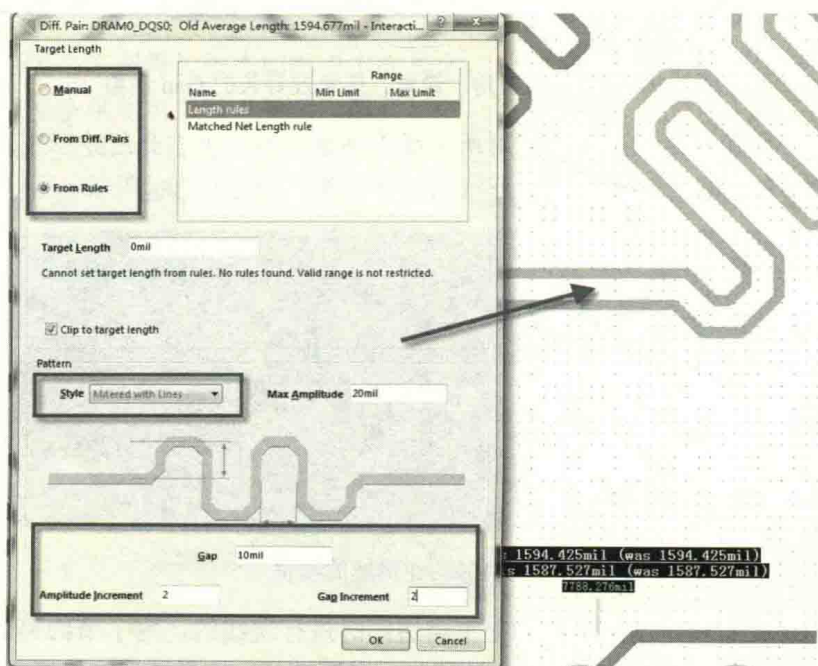

图 9-111 差分蛇形线参数设置
(1) 差分蛇形线类似于单端蛇形线，也是先进行完差分走线，再执行菜单命令“Route-Interactive Diff Pair Length Tuning”（快捷键“UI”），激活差分等长命令，单击需要等长的差分走线，并按“Tab”键调出类似于单端等长的参数设置窗口，如图 9-111 所示，按照要求设置差分蛇形线参数。